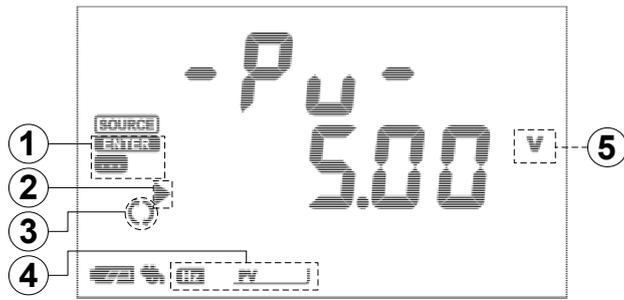

图 5.5 频率类型信号操作时的显示画面 2：脉冲幅值修改
- 步骤 3：按 **SWITCH** 键切换到脉冲幅值修改状态，如【图 5.5】所示，